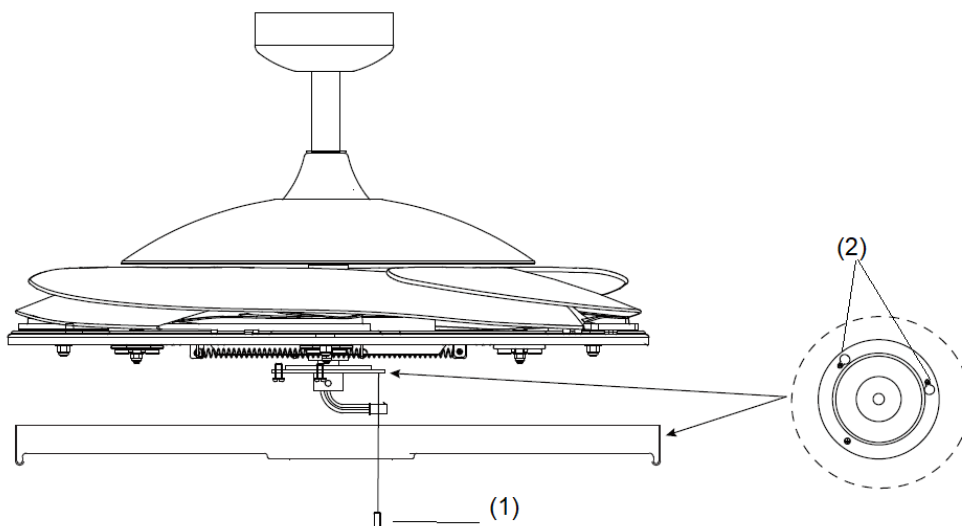

Imagen 7
1. Afloje el tornillo (1) del soporte del ventilador. Alinee los dos tornillos de cabeza ranurada con las ranuras de llave (2) del soporte del kit de iluminación. (Imagen 7)
2. Gire la lámpara en el sentido antihorario hasta que los tornillos de cabeza ranurada estén correctamente posicionados en los extremos de las ranuras (2).
3. Vuelva a apretar el tornillo (1) al soporte de la pantalla. Apriete los tres tornillos. No apriete en exceso.